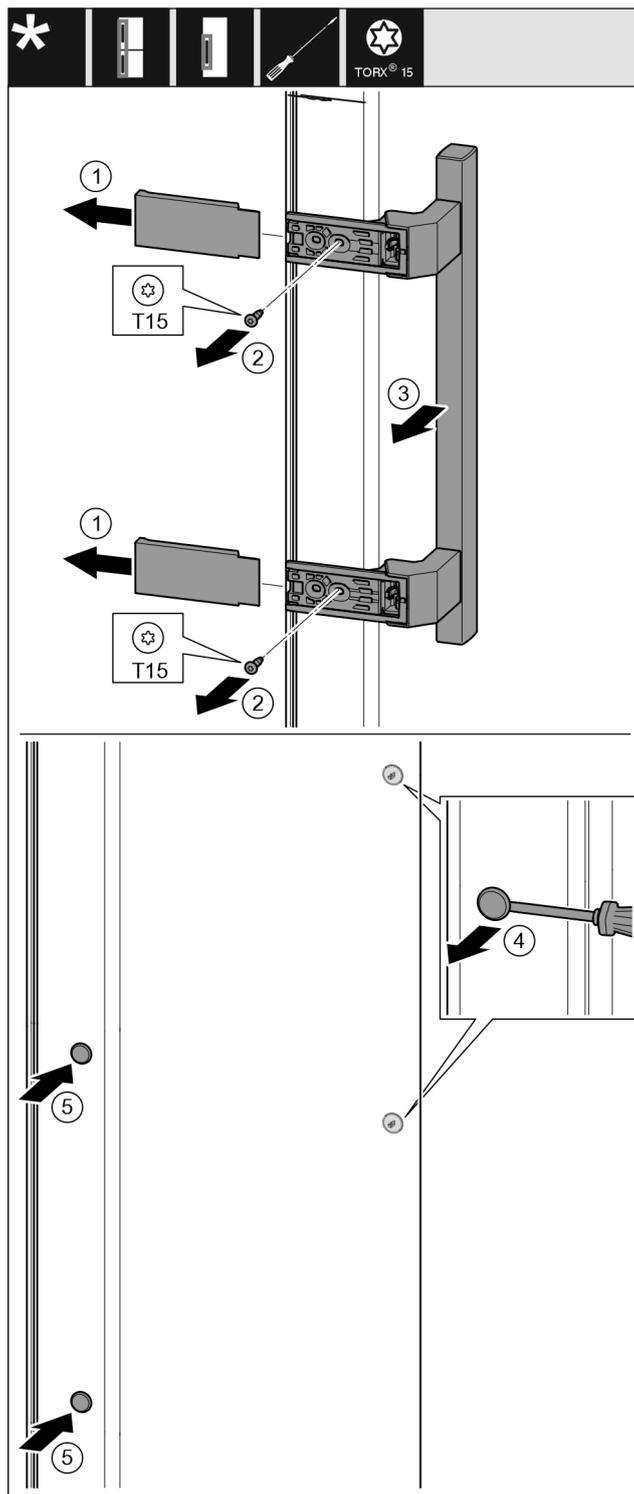

Fig. 19
- ▶ Skinite pokrov. Fig. 19 (1)
- ▶ Odvrnite vijke odvijačem Torx 15. Fig. 19 (2)
- ▶ Skinite ručku. Fig. 19 (3)
- ▶ Oprezno podignite i izvucite bočni čep s pomoću križnog odvijača. Fig. 19 (4)
- ▶ Ponovno umetnite čep na drugoj strani. Fig. 19 (5)